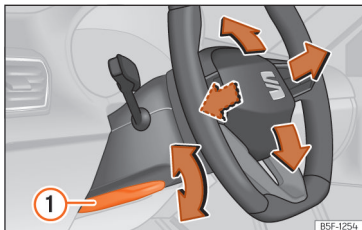

Abb. 9 Hebel auf der linken unteren Seite der Lenksäule.
- Ziehen Sie den Hebel » Abb. 9 ① nach unten, bringen Sie das Lenkrad in die gewünschte Position und schieben Sie den Hebel wieder nach oben, bis er seine Verriegelungsposition erreicht.
- Den Hebel » Abb. 9 ① nach dem Einstellen immer fest nach oben schwenken, damit das Lenkrad während der Fahrt nicht unbeabsichtigt seine Position verändert.